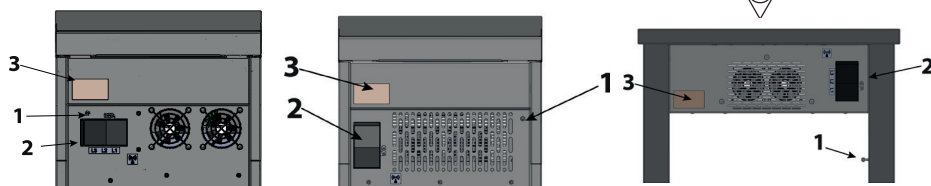

Figure 5. Vue arrière de l'appareil
située à l'arrière de l'appareil (Fig. 5, item 1). Elle porte le marquage suivant :